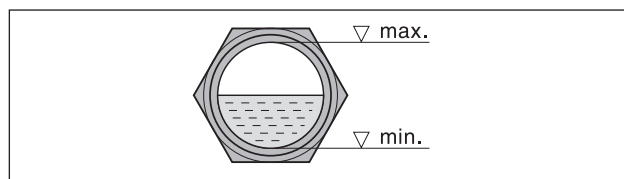

Fig. 4 Livello olio
- Dopo aver eventualmente corretto il senso di rotazione, riavviare il motore e spegnerlo di nuovo dopo circa 2 minuti per ricaricare l'olio mancante fino al bordo superiore dell'indicatore (Fig. 4/I). Questo riempimento nel punto di riempimento (Fig. 2/H) deve essere ripetuto fino al completo riempimento di tutte le linee dell'olio. Non aprire l'apertura di riempimento quando la pompa gira.